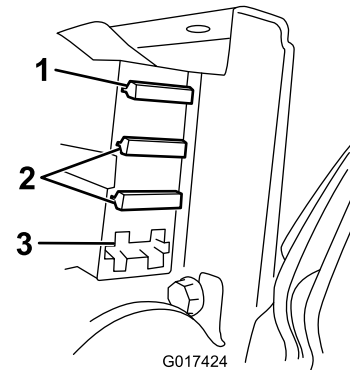

Bild 37
3. Prüfen Sie die Sicherungen im Sicherungsblock (Bild 37).
- Wenn Sicherungen durchgebrannt sind, wechseln Sie sie mit einer Sicherung (passende Watt und Ampere) aus (Bild 37).